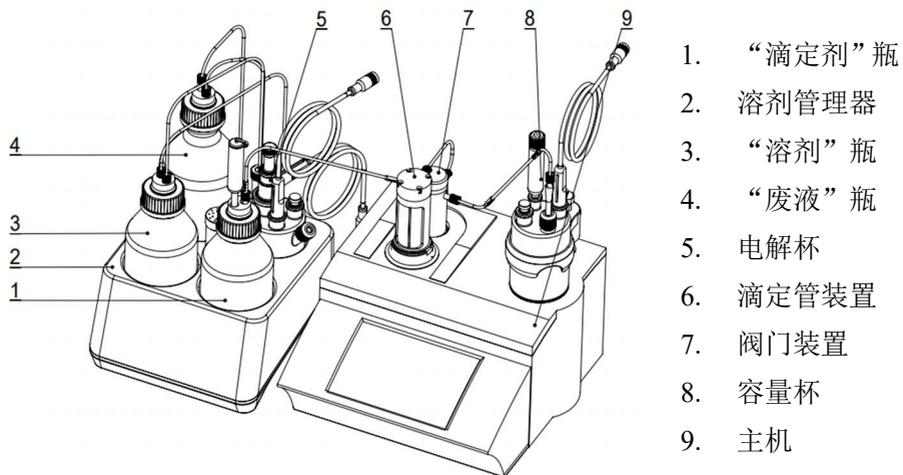
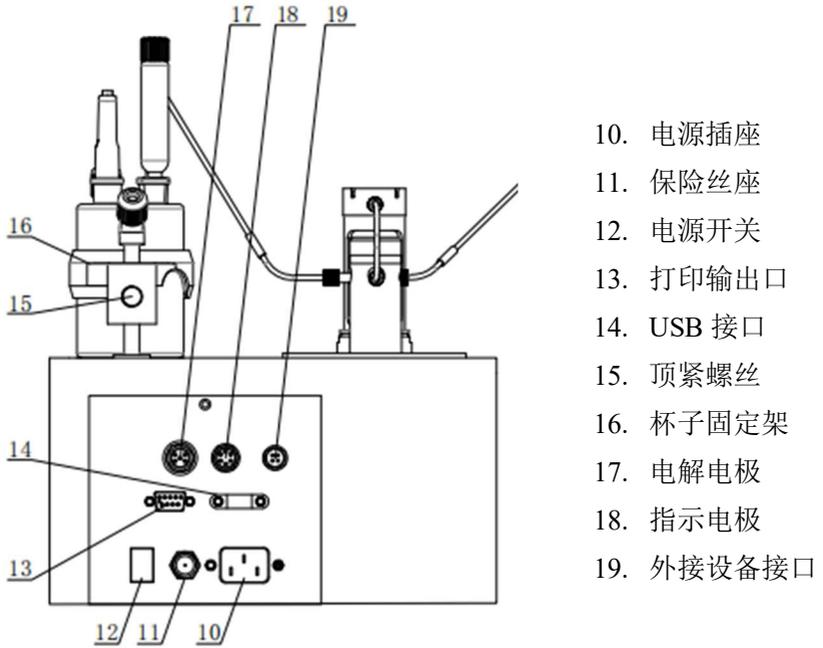
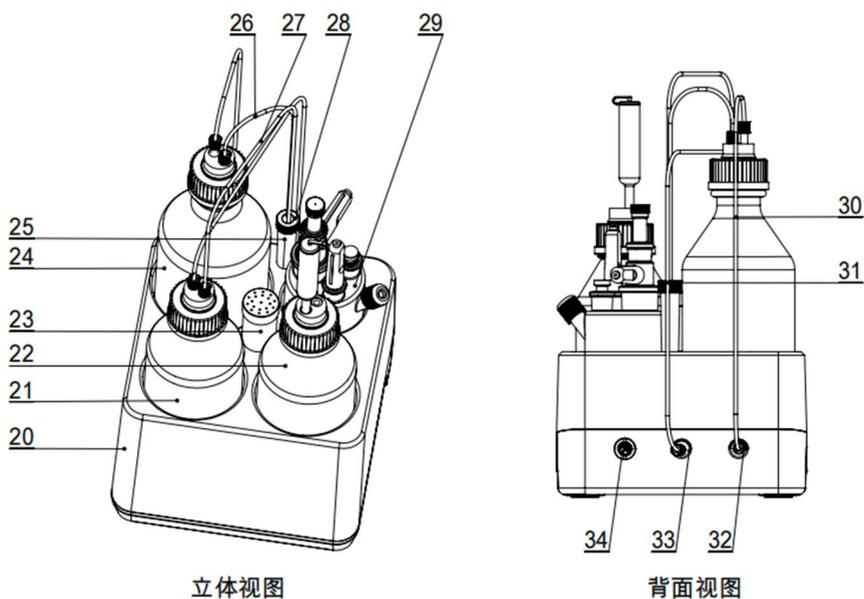

图 4-1 主机及溶剂管理器示意图
图 4-2 主机背面示意图
图 4-3 溶剂管理器示意图
（注：与图 4-1 中 容量杯与电解杯进行位置互换）
先按图 4-1 与图 4-2 所示，把杯子固定架(16)中心孔套入主机上的定位螺钉上，然后拧紧顶紧螺丝(15)，固定好杯子固定架；在容量杯(8)中放入搅拌珠。
- 2) 将指示电极锥形口涂抹真空润滑硅脂，将指示电极插入容量杯的锥形口（靠近斜口处）；指示电极的导线插头连接至主机背面的“指示电极”的接口（图 4.2 序号 18）；
a2) 此为序号 42 进液管：长度 800mm，无翻边，一处与“溶剂”瓶相连，并伸入瓶子底部；另一处通过管接头（图 4-3 序号 28），由管接头的锥形面（涂抹硅脂）与容量杯密封安装，并管道伸入容量杯约 30mm。
a2) 此为序号 41 废液管：长度 800mm，无翻边，一处与“废液”瓶相连，并伸入瓶内约 60mm；另一处通过管接头（图 4-3 序号 28），由管接头的锥形面（涂抹真空润滑硅脂）与容量杯密封安装，并伸入容量杯底部。（注：此处需要调试人员调试确认管道伸入“废液”瓶内约 60mm；容量杯底部。）
用专用连接线（序号 37）将主机和溶剂管理器连接起来，连接线一头接主机“外接设备接口”（图 4-2 序号 17）插口，一头接溶剂管理器的“外接设备接口”（图 4-3 序号 34）插口。
- 4) 安装指示电极：在指示电极锥形口处涂抹真空润滑硅脂，然后装在电解杯上；指示电极的导线插头连接至主机背面的“指示电极”的接口（图 4.2 序号 18）；
6) 将干燥瓶上端螺帽拧开加入干燥剂, 然后拧上螺帽, 在干燥瓶锥形口处涂抹真空润滑硅脂, 然后将其安装在电解电极上; 在电解电极锥形口处涂抹真空润滑硅脂, 然后安装在电解杯上; 电解电极的导线插头连接至主机背面的“电解电极”的接口(图 4-2 序号 19)。